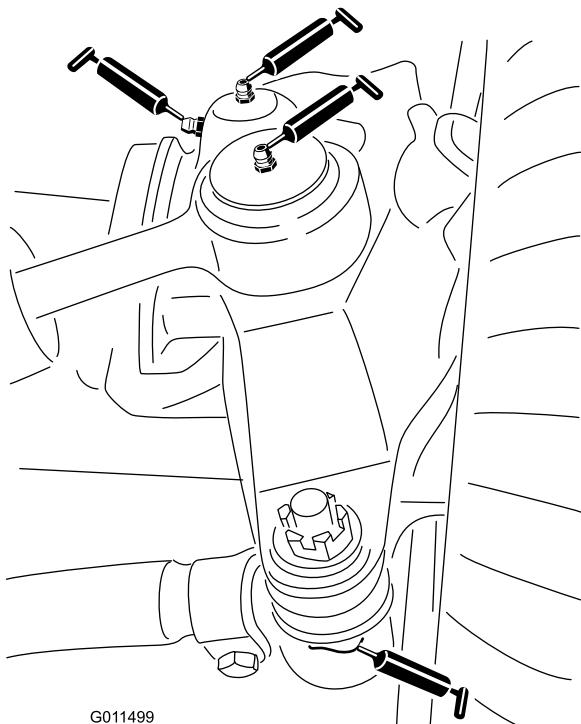

Bild 61
- Lenkzylinder-Kugelgelenke (2) (Bild 61)
- Zugstange-Kugelgelenke (2) (Bild 61)
- Achsschenkelbolzen (2) (Bild 61)